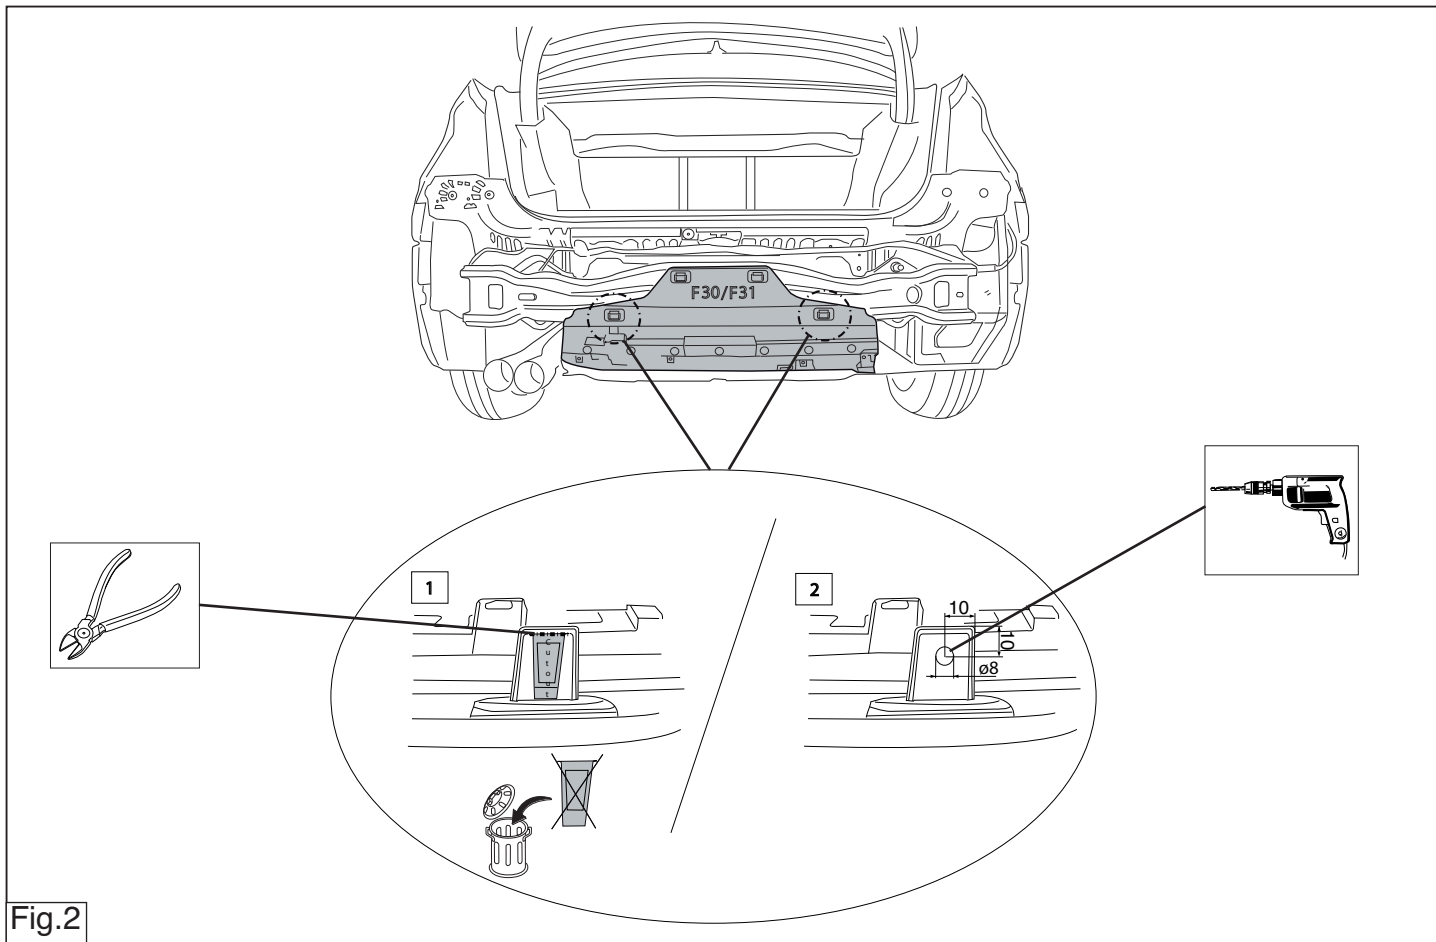

Fig.2
3. Просверлить в буферном брусое отверстия В  $\varnothing$  8 мм, см. рис. 2.